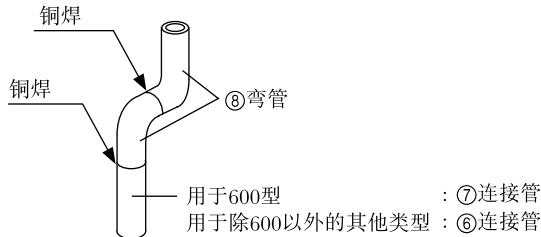

图 4
- (1) 取下安装在管道上的铜帽和橡胶垫块以及分配器 (气体) (选购件) 的法兰。
- (2) 使用指定形状的弯管 (⑧)、连接管 (⑦ 适用于600型) 或连接管 (⑥ 适用于除600以外的其他类型) 在机组外面组装并进行铜焊 (见图4)。